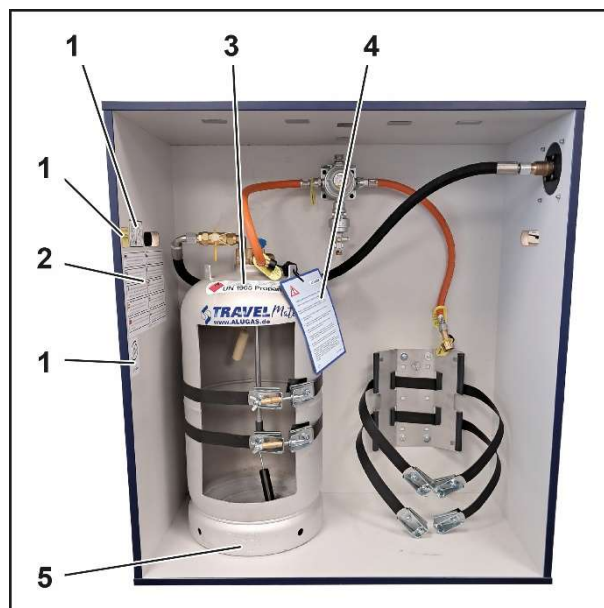

Fig. 5
1. Autocolante de advertência na caixa de gás (Fig. 5/1)
2. Autocolante multilíngue (Fig. 5/2)
3. Aviso de atenção Cuidado inflamável (Fig. 5/3) no ombro do recipiente sob pressão
4. Aviso de atenção Acoplamento (Fig. 5/4)
5. Identificação no anel de base (Fig. 5/5).